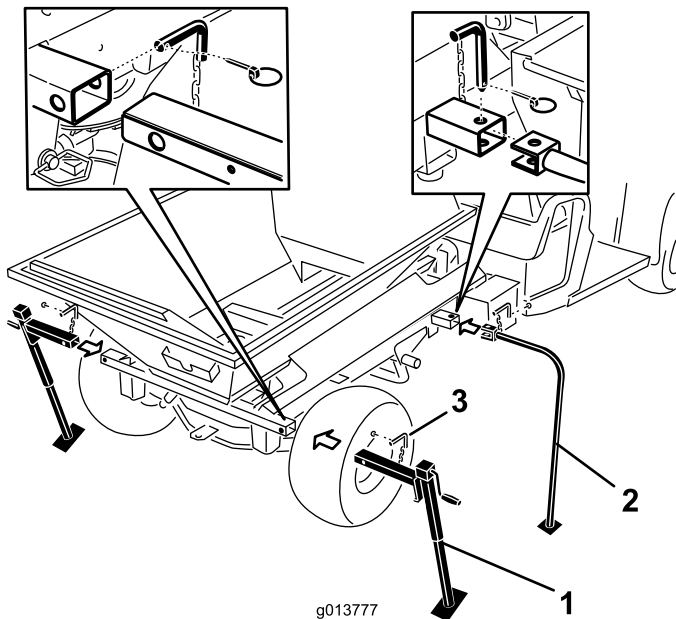

Figura 52
7. Insira os pés de armazenamento frontais e as bases de suporte traseiras nos tubos da máquina e prenda-os com os pinos de bloqueio (Figura 52).